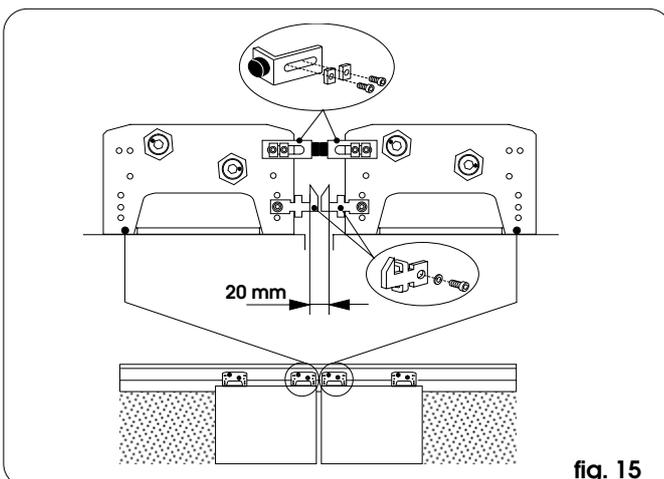

fig. 15
- montare gli arresti meccanici di chiusura, sui carrelli interni come in fig. 15;
- se si utilizza il chiavistello, fissare i ganci sui carrelli interni come in fig. 15 nel foro centrale dei 3 previsti.
- Nelle porte a doppia anta: regolare le battute montate sui carrelli interni in modo da lasciare qualche millimetro di spazio fra le ante chiuse; se si utilizza il chiavistello, verificare ad ante chiuse che i ganci montati sui carrelli interni rispettino la quota di fig. 15 (in caso la quota riscontrata sia maggiore, avvicinare i due carrelli interni).